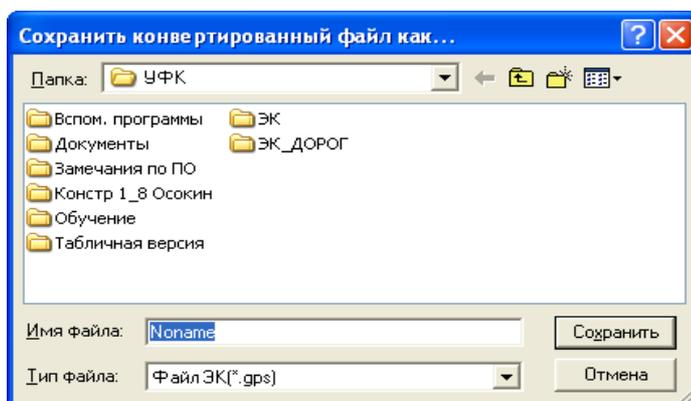

Рисунок 2.62
- в диалоговом окне «Сохранить конвертированный файл как» (рисунок 2.62) укажите полный путь и новое имя для сохраняемого файла. Нажмите кнопку «Сохранить»;